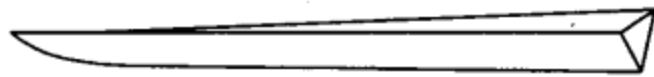

图 1-56 划线片
(2)划线片。划线片的形状如图 1-56 所示,一般长约 20cm、宽为 1cm~1.5cm、厚 0.3cm,一端略尖,呈刺刀状。划线片一般用毛竹或压层塑料板削制而成,也可用不锈钢在砂轮上磨制而成。划线片的作用有两个:一是嵌线时将导线划入铁芯线槽;二是用来整理槽内的导线。